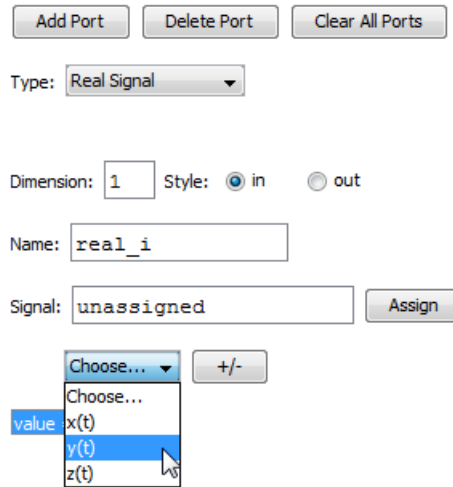

図3.4 ポートマッピングの変数
8. 次に、変数をポート信号に関連付けます。図3.4「ポートマッピングの変数」に示すように、ドロップダウンリストから $y(t)$ を選択します。